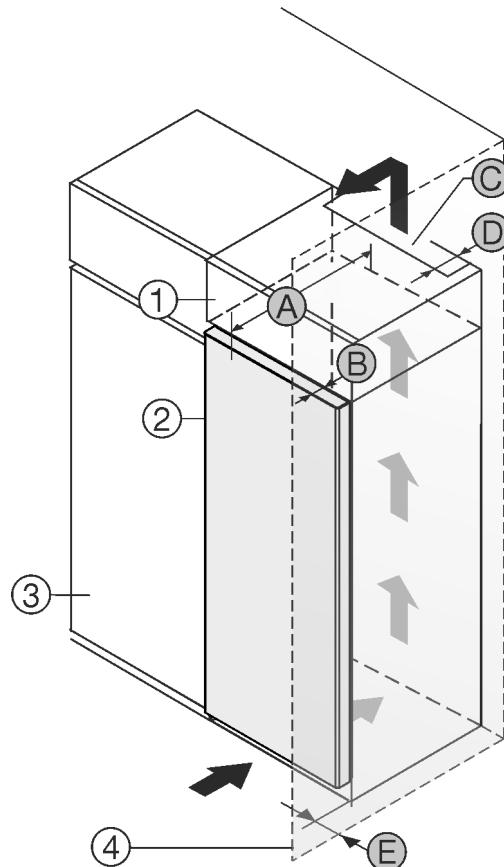

Fig. 1
- (1) Skapmodul \*
- (2) Enhett \*
- (3) Kjøkkenskap \*
- (4) Vegg \*
- (5) Ventilasjonstverrsnitt \*
- (A) Enhetsdybde \*
- (B) Dørddybde \*
- (C) Avstand enhetens bakside \*
- (D) Avstand på siden av enheten \*
Du kan plassere apparatet rett ved siden av kjøkkenskapet Fig. 1 (3).\*
På baksiden av skapmodulen over enheten må det installeres en ventilasjonskanal med dybden Fig. 1 (D) over hele skapmodulens bredde.\*
Ventilasjonstverrsnittet Fig. 1 (C) under taket i rommet må overholdes.\*
Hvis apparatet plasseres med hengslene mot en vegg Fig. 1 (4), må avstanden mellom apparatet og veggene være minst 13 mm.\*
Hvis apparatet plasseres med hengslene mot en vegg Fig. 1 (4), må avstanden mellom apparatet og veggene være minst 20 mm.\*
For at du skal kunne åpne døren helt, må apparatet rage dørddybden Fig. 1 (B) lenger ut enn fronten på kjøkkenskapene. Avhengig av kjøkkenskapenes Fig. 1 (3) dybde og bruk av veggavstandsstykker kan enheten rage enda lengre ut.\*